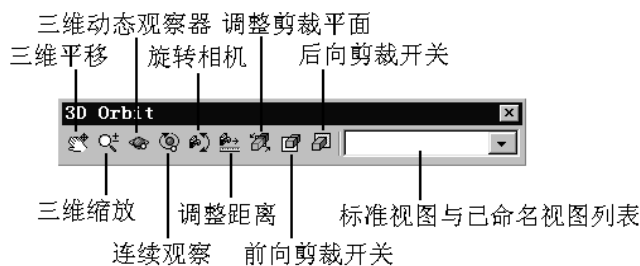

图 12-24 3D Orbit 工具栏
- 通过在工具栏 3D Orbit（三维动态观察器），具体说明见图 12-24 所示。